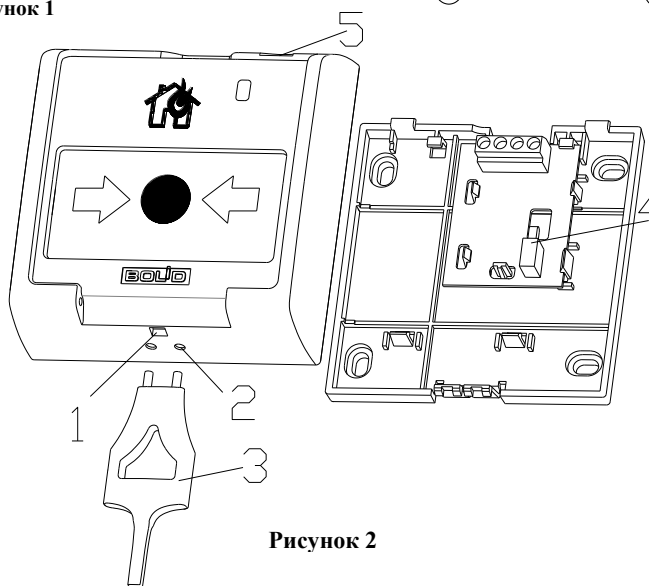

Рисунок 2
Командой «Программирование адреса устройства» можно задать адрес извещателя независимо от того, какой ему адрес присвоен на данный момент. Это может быть использовано в случае назначения одинаковых адресов двум и более устройствам. Для этого необходимо с пульта или компьютера подать команду на программирование с номером требуемого адреса. Светодиодный индикатор извещателя перейдёт в режим четырёхкратных миганий с периодом 4 секунды. После этого в течение не более 5 минут открыть корпус извещателя и, используя кнопку формирования события «Пожар2» (см. рис. 2, позиция 4), набрать комбинацию из 3-х длинных (более 1 с, но менее 3 с) и 1-го короткого нажатия (менее 0,5 с), длительность паузы между нажатиями не более 0,5 с. При этом на пульте или компьютере отобразятся события о потере связи с устройством по старому адресу и о восстановлении связи с устройством по запрограммированному адресу. Если устройства имели одинаковый адрес, то сообщения о потере связи по старому адресу не будет.
2.6.4 Перевести извещатель в состояние «Норма» поворотом специального ключа (поз. 5 рис. 2) в соответствующем отверстии извещателя. Зафиксировать переход светового индикатора извещателя в режим одиночных миганий. Затем с помощью пульта или компьютера дать команду на сброс тревоги от извещателя. Если сообщение «Пожар2» не поступает на пульт или компьютер, значит извещатель неисправен и его необходимо заменить.